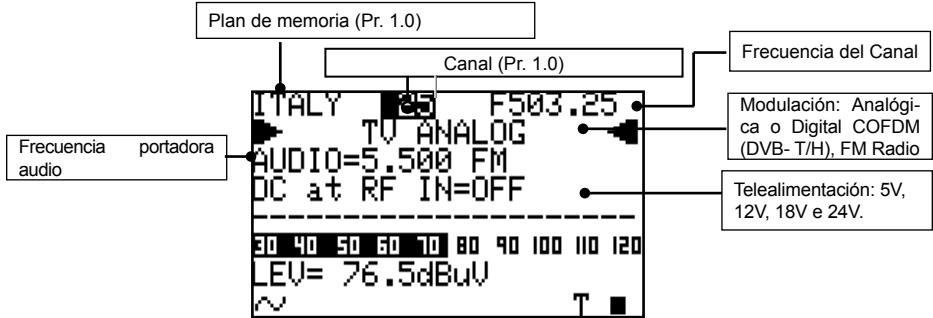

Fig. 3.1 Primer nivel de medida relativo a la señal analógica.
- En cualquier modo de funcionamiento que estemos, pulsando brevemente el botón de encendido [14] se vuelve al primer nivel de medida mostrado en fig. 3.1.